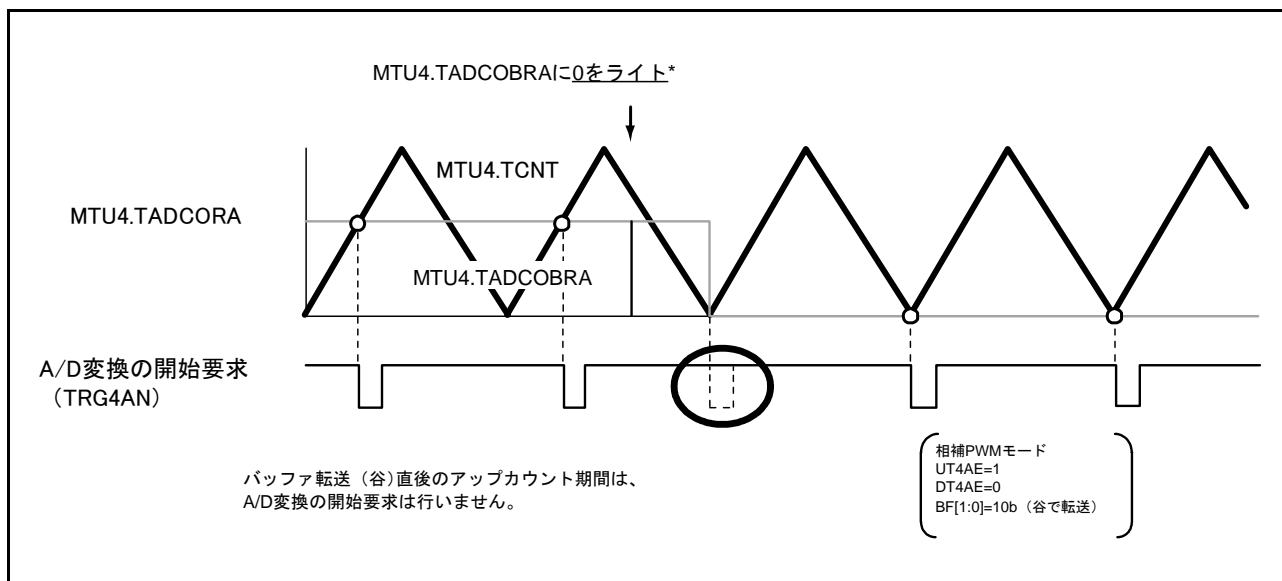

図 22.143 MTU4.TADCOBRA に“0” をライトした時の A/D 変換の開始要求 (MTU4)
- MTU4.TADCOBRA、MTU4.TADCOBRB (MTU7.TADCOBRA、MTU7.TADCOBRB) に“0”、かつ、MTU4.TADCR の UT4AE、UT4BE (MTU7.TADCR の UT7AE、UT7BE) ビットに“1”を設定して、MTU4.TCNT(MTU7.TCNT) の谷でバッファ転送した時、転送直後のアップカウント期間については A/D 変換の開始要求を行いません (図 22.143 参照)。